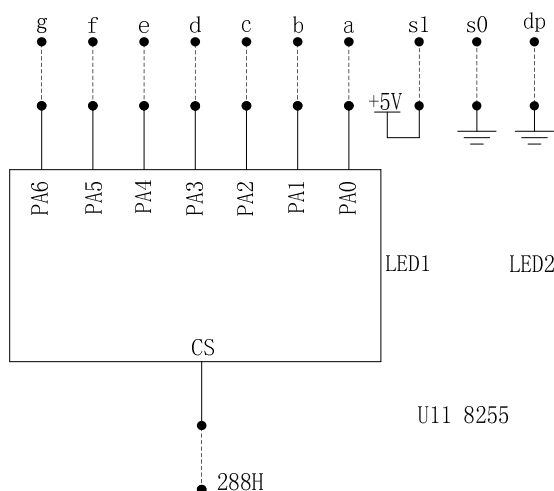

图5-1
- 1、静态显示:按图5-1连接好电路,将8255的A口PA0~PA6分别与七段数码管的段码驱动输入端a~g 相连,位码驱动输入端S1接+5V(选中),S0、dp接地(关闭)。编程从键盘输入一位十进制数字(0~9),在七段数码管上显示出来。